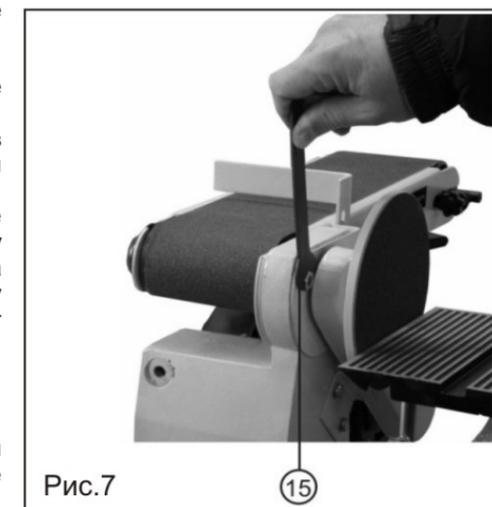

Рис.7
### 9.2. Регулировка ленточно-шлифовального узла (Рис. 7)
Ослабьте две фиксирующие гайки (15), как показано на Рис.7 (одна гайка находится снизу) и установите стол шлифовальной ленты (8), Рис.2, на нужный угол от 0° до 90°. Затяните фиксирующие гайки (15) перед началом работы.